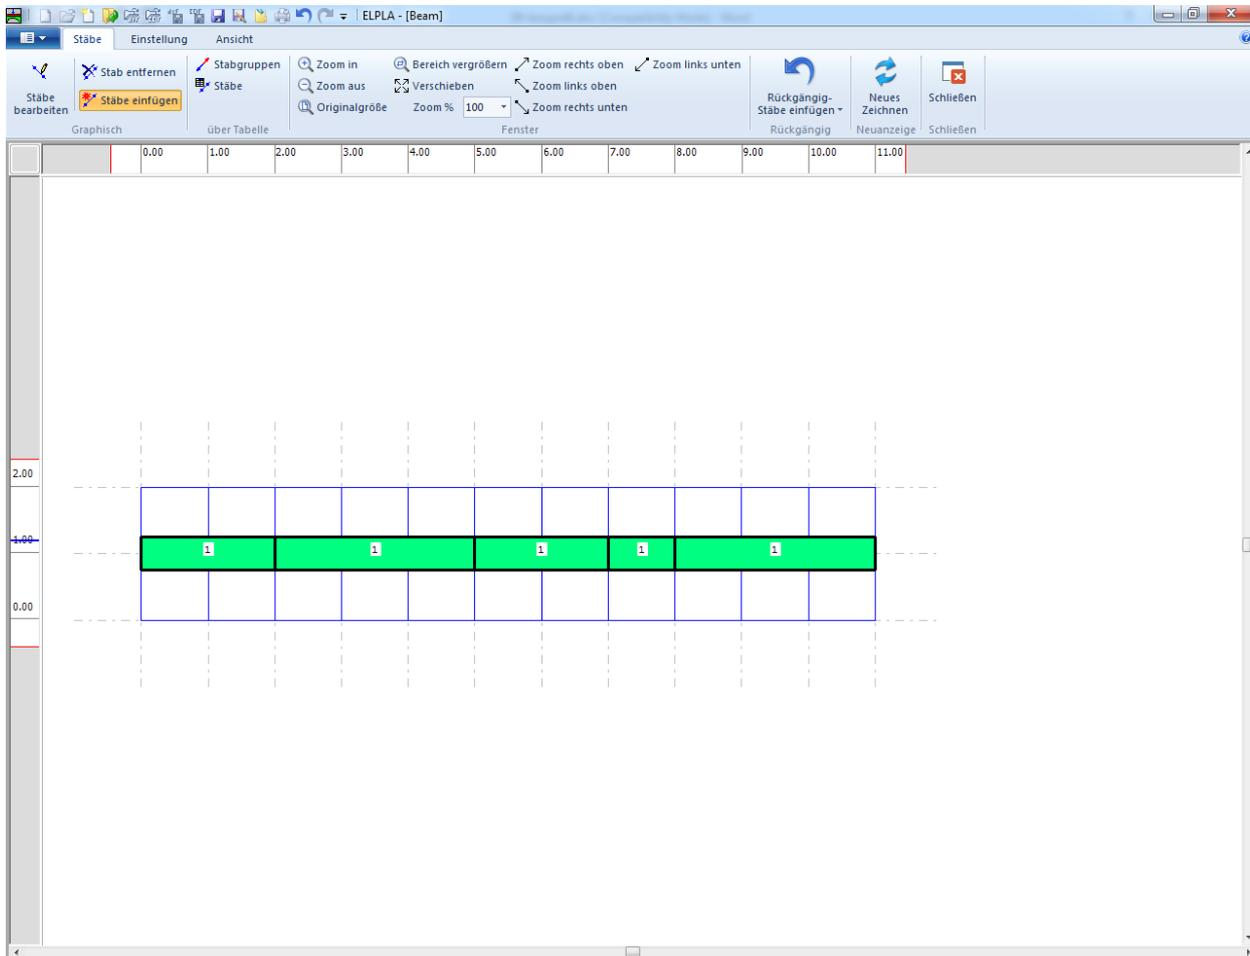

Bild 8.17 Balken auf dem Bildschirm
Wiederholen Sie die vorherigen Schritte, um die übrigen Stäbe im Netz einzufügen. Nachdem Sie die Definition aller Stäbe beendet haben, sollte der Bildschirm wie das folgende Bild 8.17 aussehen.
- Wählen Sie "Speichern" aus dem "Datei"-Menü im Bild 8.17, um die Daten der Stäbe zu speichern
- Wählen Sie "Schließen" aus dem "Datei"-Menü im Bild 8.17, um das Fenster "Stäbe" zu schließen und zum Hauptfenster des Programms *ELPLA* zurückzukehren